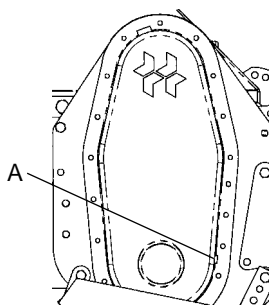

Fig. 2
1. Le carter soit rempli jusqu'au bouchon de niveau A Voir fig. 2.